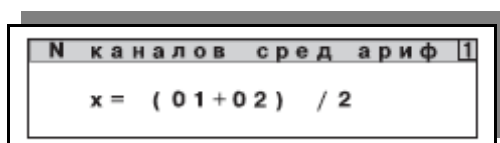

Рисунок 2.20 — Изображение окна «N каналов сред ариф»
Для определения среднего арифметического однотипных параметров из меню КАНАЛ fn войти в подменю N КАНАЛОВ СРЕД АРИФ. При помощи кнопок «▲», «▼», «◀», «▶» ввести значения однотипных параметров V_{X1}, V_{X2} для формулы (2) (см. п.1.3.2 части 1 руководства) и нажать ВВОД для подтверждения выбора, либо МЕНЮ для его отмены, рисунок 2.20. Параметр применяется только для типа канала **N каналов сред ариф.**